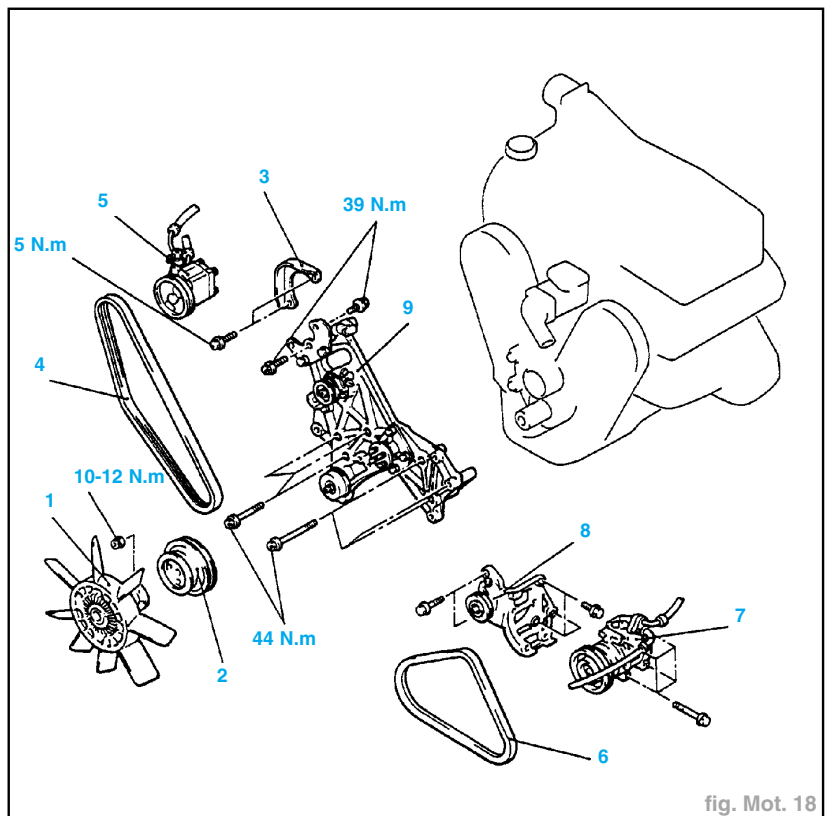

fig. Mot. 18
- Procéder à la dépose dans l'ordre suivant (fig. Mot. 18 et 19) :